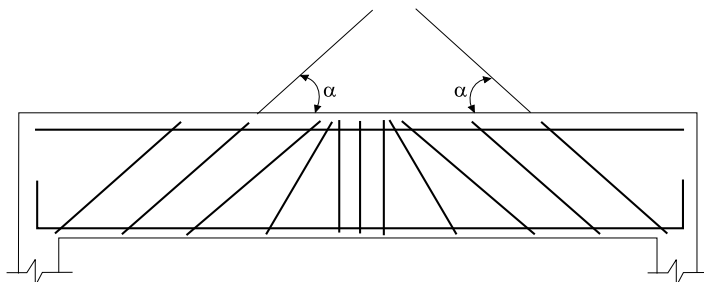
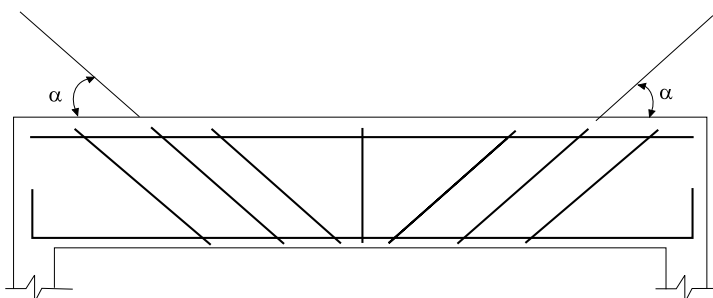

Figura 1 - Representação esquemática da disposição dos estribos da viga.
Figura 2 - Representação esquemática da disposição dos estribos da viga.
a) A disposição correta dos estribos está representada na Figura 1 ou na Figura 2? Justifique. **(valor: 5,0 pontos)**